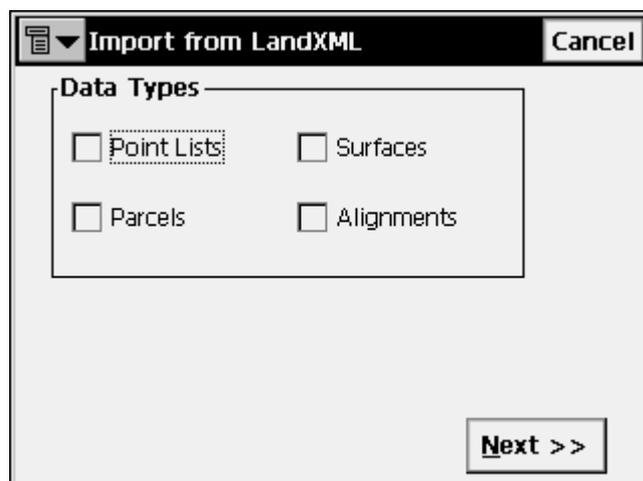

Рисунок 5-10. Импорт данных из LandXML
1. Из соответствующего файла выберите специальный тип данных (рис. 5-10), затем нажмите **Next (Далее)**.